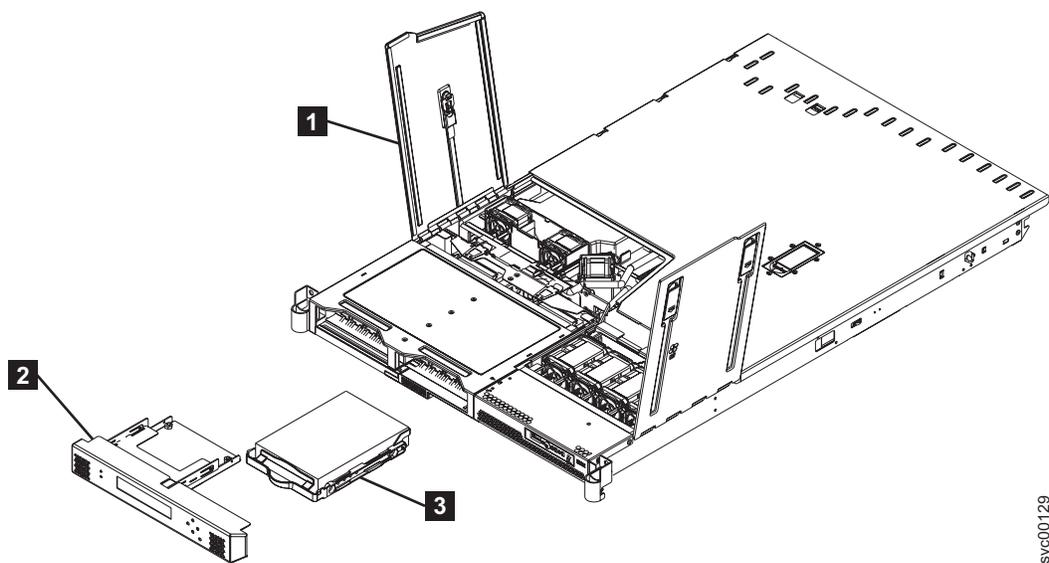

図 107. SATA ディスク・ドライブの取り外し
4. ファン・ドア A **1** を開きます。423 ページの図 107 を参照してください。